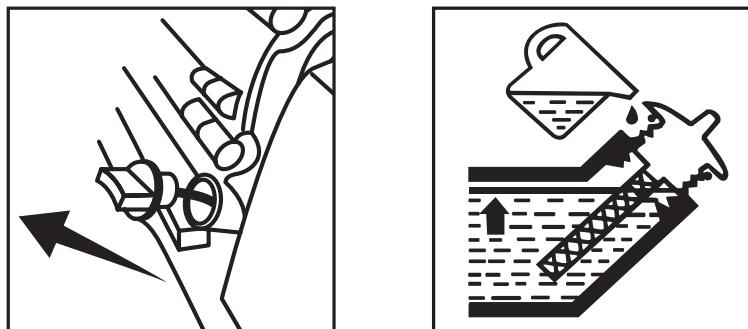

Рис. 10
- Отверните крышку маслоналивной горловины (рис. 10) из картера двигателя, достаньте щуп.
- Если уровень масла меньше нижней линии (L) на щупе, долейте масло до верхней линии (H) в картер двигателя через маслоналивную горловину.